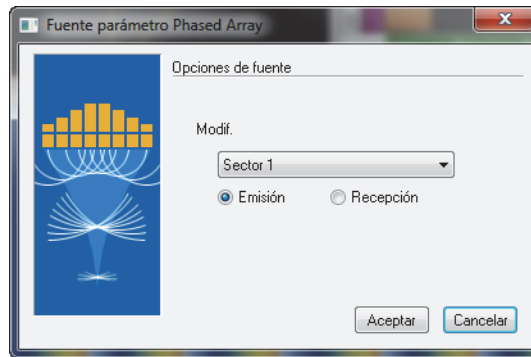

Figura 4-11 Cuadro de diálogo Fuente [de] parámetros *Phased Array*
- a) En el cuadro de diálogo **Fuente [de] parámetros Phased Array** (ver Figura 4-11 en la página 117), seleccione el sector que desea modificar; después, seleccione la casilla **Emisión** y haga clic en **Aceptar**.
- a) En el cuadro de diálogo **Fuente parámetro *Phased Array*** (ver Figura 4-11 en la página 117), seleccione el sector que desea modificar y, después, seleccione la casilla **Emisión**. Finalmente, haga clic en el botón **Aceptar**.
- a) En el cuadro de diálogo **Fuente parámetro *Phased Array*** (ver Figura 4-11 en la página 117), seleccione el sector que desea modificar y, después, seleccione la casilla **Recepción**. Finalmente, haga clic en el botón **Aceptar**.